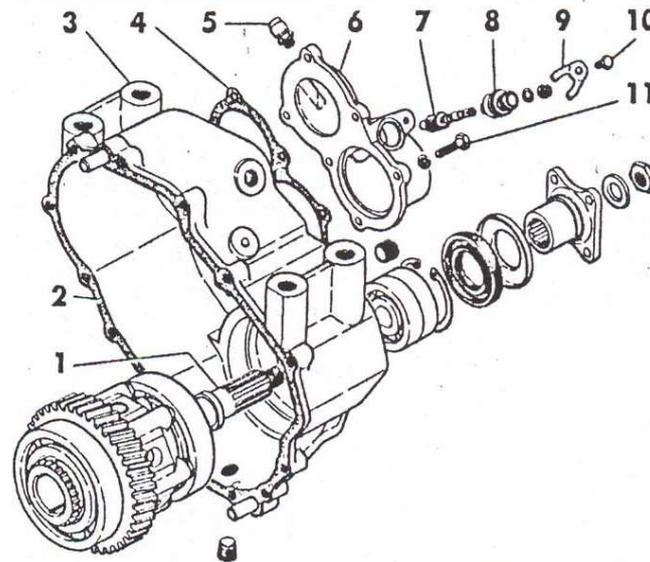

Рис.6.13 Детали заднего картера раздаточной коробки:
- отвернуть болты поз. 11 (рис. 6.13) крепления задней крышки поз. 6 подшипника первичного вала и снять заднюю крышку;
Выпрессовку - запрессовку подшипников и запрессовку сальников осуществлять при помощи съёмников и оправок (см. рис. 6.13, 6.14).
При разборке задней крышки коробки привода заднего ведущего моста (при исполнении с водомётом - передней крышки) необходимо отвернуть болт поз. 10 (рис. 6.13) и снять стопор поз. 9, после этого извлечь из крышки штуцер поз. 8 и ведомую шестерню поз. 7 привода спидометра.